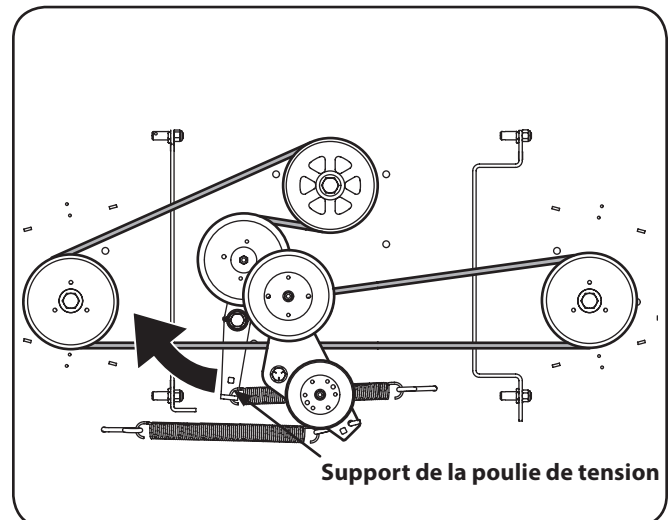

Figure 7-7
4. Insérez l'extrémité mâle d'un bras de force de 1/2" dans l'ouverture carrée de 1/2" sur l'ensemble de la poulie de tension. Tirez la poulie dans le sens horaire si le tracteur est équipé d'un plateau de coupe de 60" ou 54". Tirez la poulie dans le sens anti-horaire si le tracteur est équipé d'un plateau de coupe de 48". Voir Figure 7-7. Pendant que vous retenez la poulie de tension, desserrez la courroie du plateau de coupe et faites glisser la courroie hors de la poulie.
5. Installez la courroie neuve comme indiqué à la Figure 7-7. Installez ensuite le plateau de coupe et la courroie de la prise de force comme indiqué aux pages précédentes.